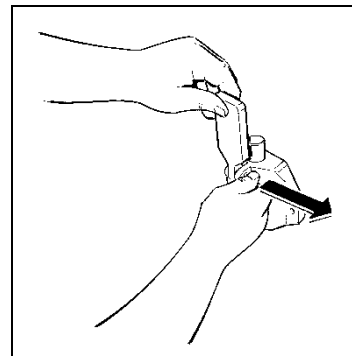
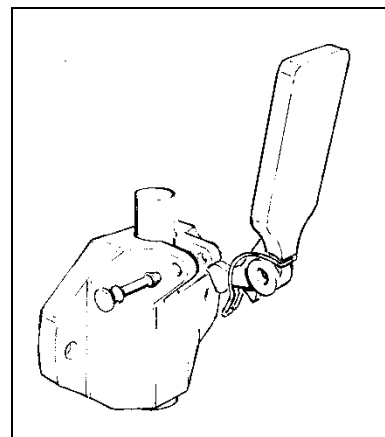

Fig. 9
Fig. 10
- Desmonte el grifo de la brida extrayendo el perno de fijación (fig.9) para poder extraer la palanca con el muelle, y liberar así el pistón de su sede (fig.10).